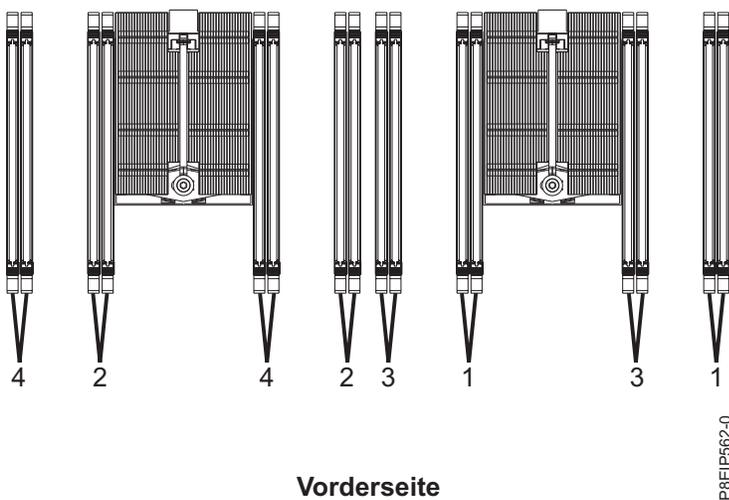

Abbildung 19. Speichersteckplatzpositionen und Steckreihenfolge
- Die Speicher-DIMMs müssen in einer bestimmten Reihenfolge hinzugefügt werden. Mithilfe der Tabelle 4 auf Seite 21 und der Abb. 19 auf Seite 21 können Sie die Platzierung des Speichers bestimmen.